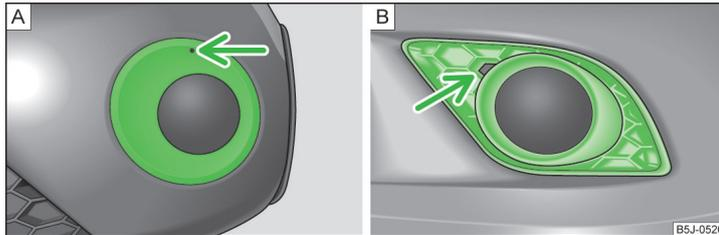

Abb. 159 Vorderer Stoßfänger: Fabia Scout / Fabia RS
- › In die Öffnung oberhalb des Nebelscheinwerfers » **Abb. 159** - **A** (Fabia Scout) den Drahtbügel » **Seite 164, Bordwerkzeug** einführen und die Abdeckkappe herausnehmen.
- › Einen Finger in die Öffnung neben dem Nebelscheinwerfer » **Abb. 159** - **B** (Fabia RS) einführen und die Abdeckkappe herausnehmen.